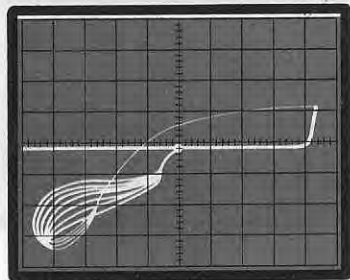

Fig.6 Nel caso risultassero invertiti i due terminali Collettore - Emittore, sullo schermo apparirà una traccia ben diversa dalle due viste in precedenza.
c) Se appare un disegno come visibile in fig.6, non c'è alcun dubbio, i terminali invertiti sono COLLETTORE - EMETTITORE.